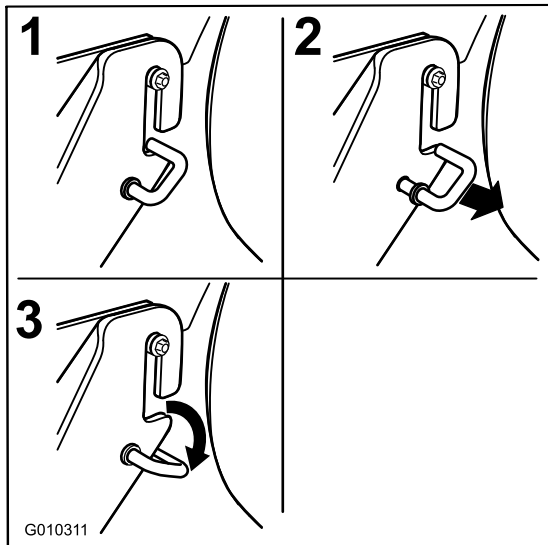

Figura 67
1. Sganciate i ganci uncinati a molla dalla fessura delle staffe di sospensione posteriori su entrambi i lati del piatto di taglio (Figura 67).